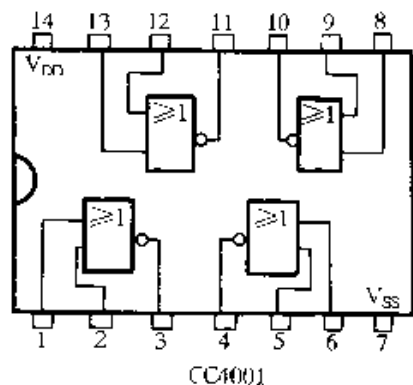

图 2-375
③ 图 2-375 所示为四 2 输入端或非门电路 CC4001 引脚功能图。CC4001 内含四个独立的具有 2 个输入端的或非门。